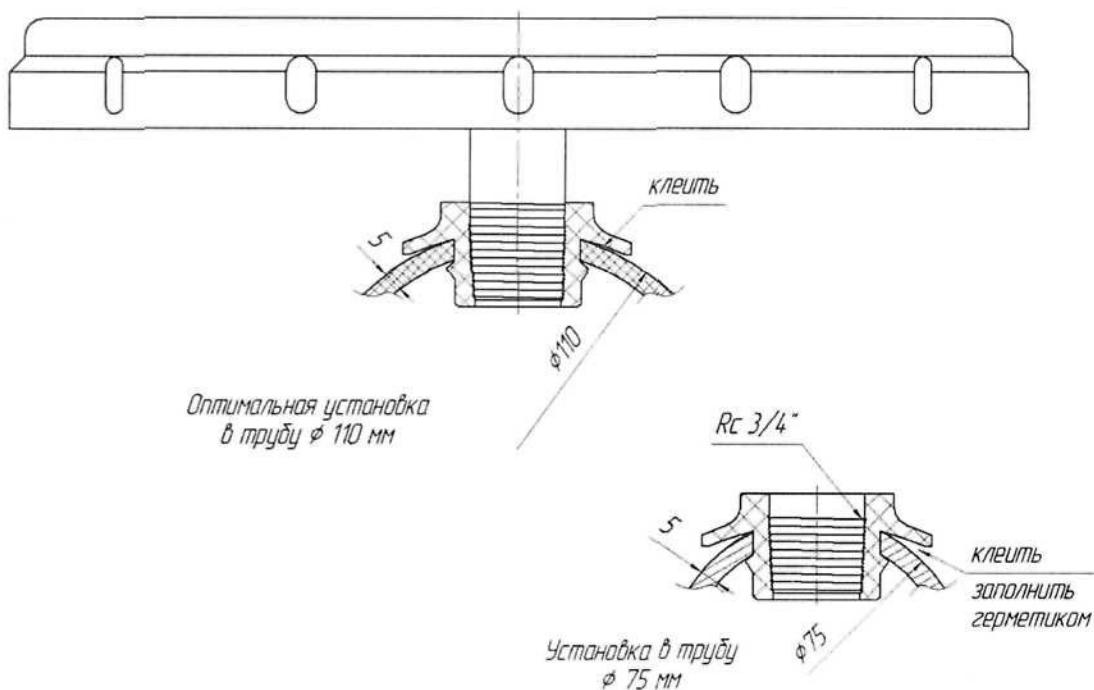

Рис. 1. Схема установки аэратора с помощью универсального переходника.
\*Цифры в маркировке указывают наружный диаметр изделия Da, мм (см. рис. 1).
6.3.1. В случае применения универсального переходника PVS монтаж необходимо осуществлять по следующей схеме (см. рис. 1):